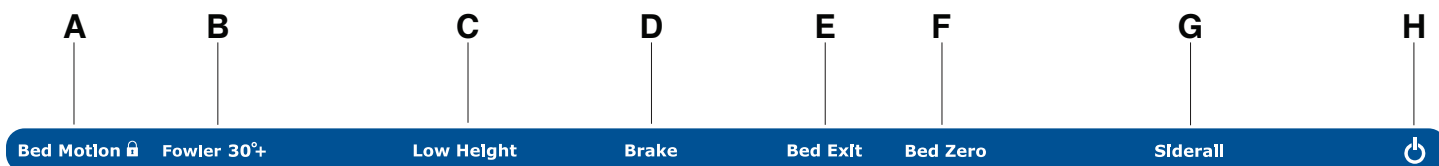

Figure 30 – Voyants DEL du pied de lit
Remarque - Le voyant DEL de la sortie de lit **Chaperone** sur le pied de lit s'allume lorsque l'opérateur arme la sortie de lit **Chaperone** (Figure 30).
Remarque - Le voyant DEL de la sortie de lit **Chaperone** sur le pied de lit (E) s'allume lorsque l'opérateur arme la sortie de lit **Chaperone** (Figure 30).
Remarque - Le voyant DEL **Tarage du lit** (F) s'allume lors de la mise à zéro du système de pesée (Figure 30).